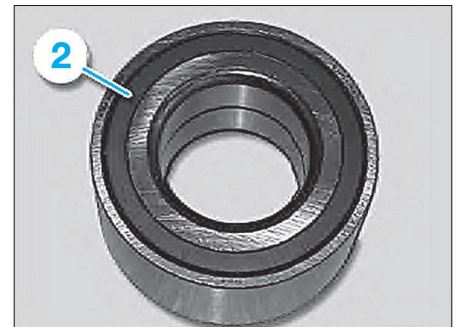

FIG. 42
- le joint multipôle noir (2) doit être orienté vers le centre du véhicule (Fig.42)